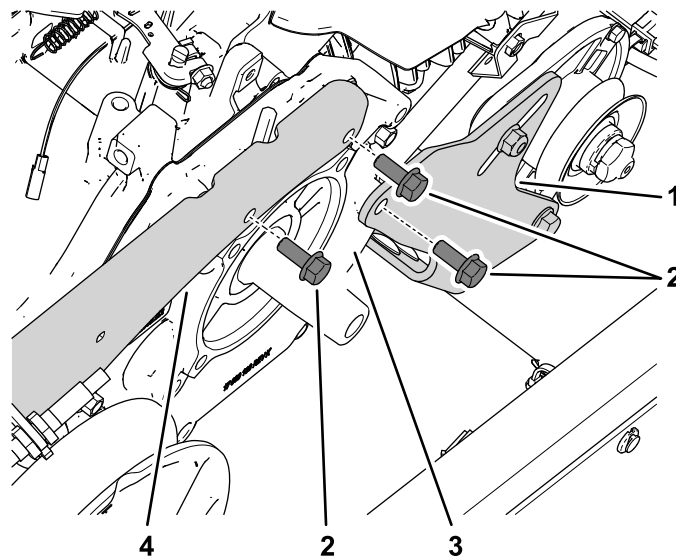

Bild 4
8. Entfernen Sie die beiden Bundkopfschrauben, mit denen die Spannvorrichtungsstange am Motor befestigt ist (Bild 4).
9. Entfernen Sie die Bundkopfschraube, mit der die Anlasser-/Lichtmaschinenhalterung am Motor befestigt ist (Bild 4).